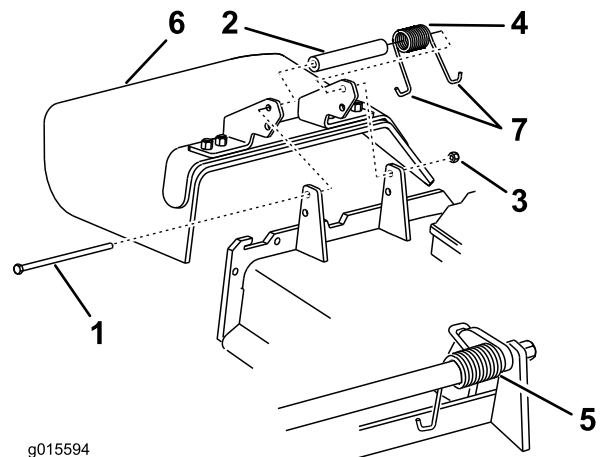

Figure 100
1. Retirez le contre-écrou, le boulon, le ressort et l'entretoise qui fixent le déflecteur aux supports de pivot (Figure 100). Enlevez le déflecteur s'il est endommagé ou usé.
3. Remettez le boulon et l'écrou. Accrochez une extrémité en **J** du ressort au déflecteur d'herbe (Figure 100).
Remarque: Prenez soin de placer une extrémité en **J** du ressort derrière le bord du tablier avant de mettre le boulon en place, comme illustré à la Figure 100.